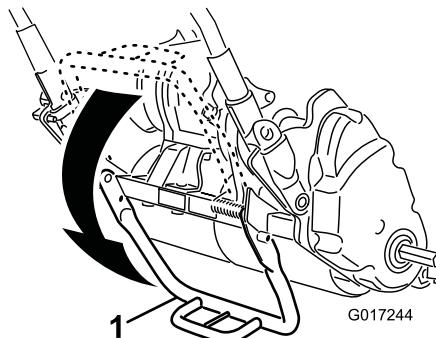

図 18
- キックスタンドの中央部分を足で押し下げ、機体についている下部ハンドルサポートを引き上げてスタンドで機体を支える図 18。